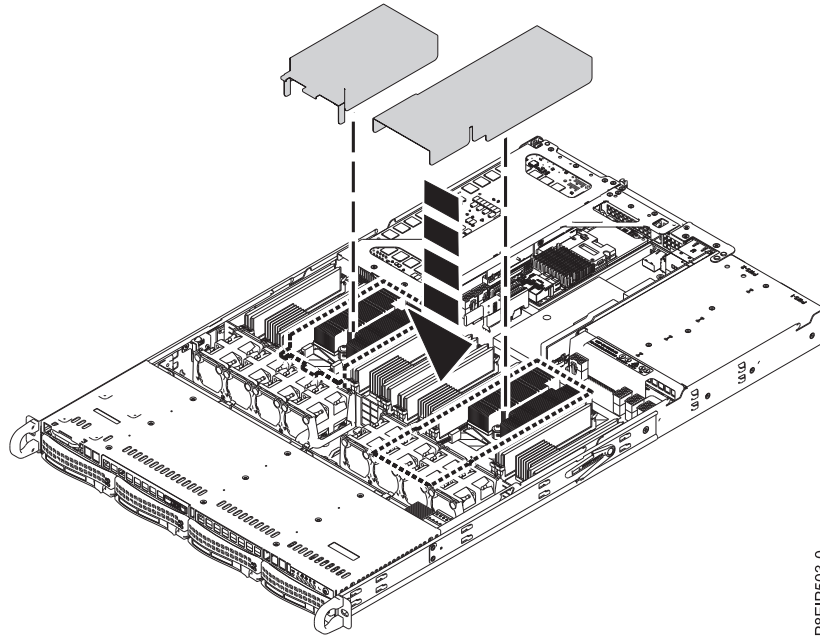

Figura 61. Instalación del deflector de aire del procesador
20. Instale el deflector de aire del procesador como se muestra en la Figura 61 en la página 57. Inserte el borde del deflector en el soporte de ventilador. A continuación, encaje con cuidado el deflector en su lugar.